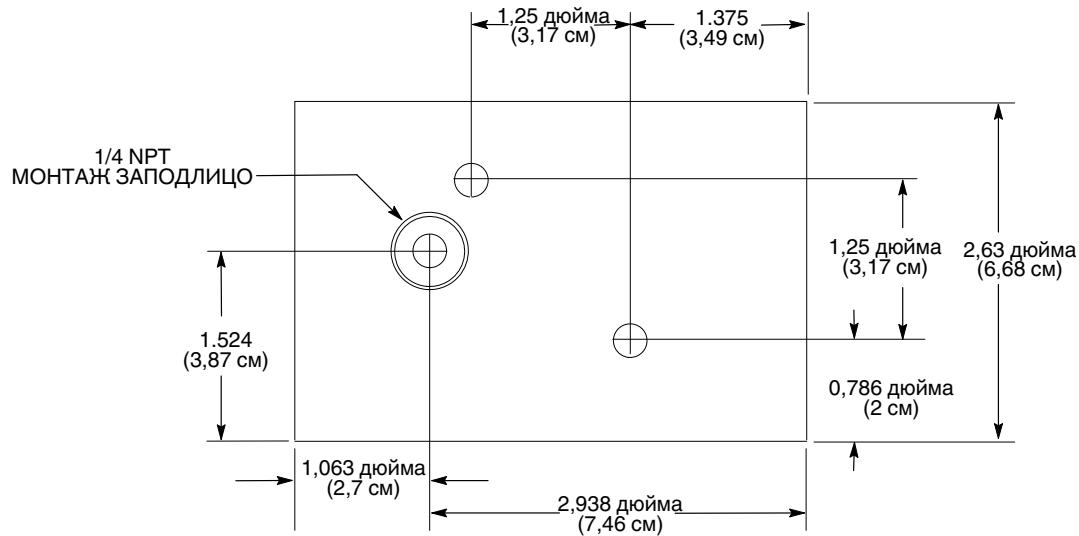

Рис. 2 Типовой монтаж
См. на рис. 2 монтажные размеры. Регулятор можно смонтировать на стационарном, передвижном или роботизированном держателе. При необходимости за специальной информацией о монтажных конфигурациях можно обращаться к представителю Nordson.
1. См. рис. 2. При монтаже регулятора с пневматическим приводом присоединить линию подачи сжатого воздуха к фитингу (1).
2. Присоединить шланги материала к впускному (INLET) (2) и выпускному (OUTLET) (4) портам.
3. Если нужно, присоединить манометр к одному из портов манометра (3).